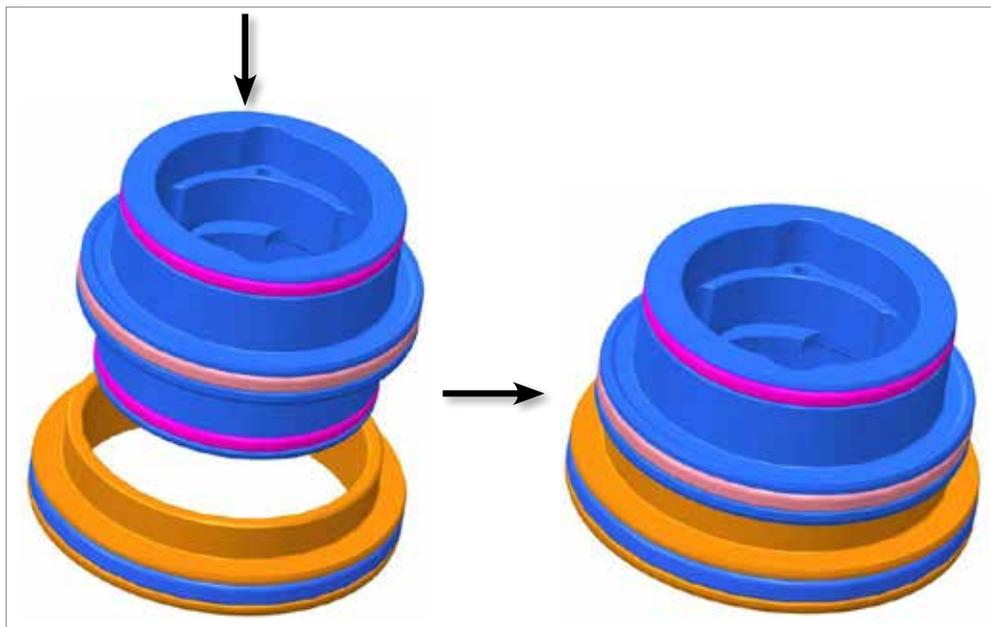

Figura 11-10 Installazione della parte superiore del pistone sulla parte inferiore del pistone
9. Installare la parte superiore del pistone sulla parte inferiore del pistone. Vedere la Figura 11-10.